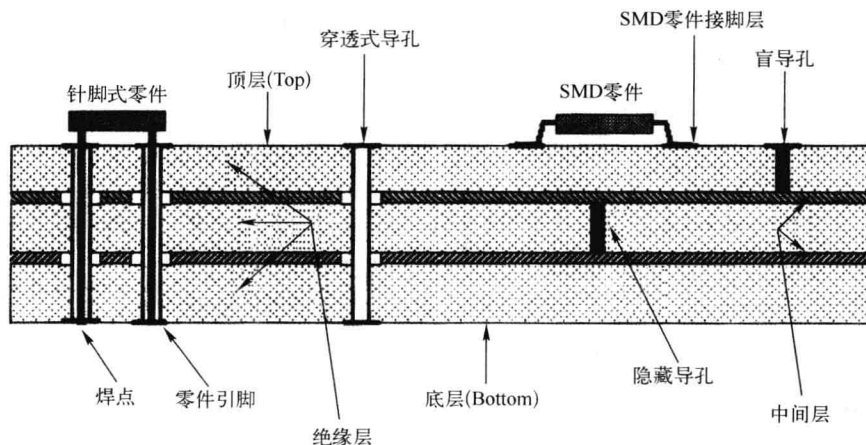

图 1-2 PCB 分层和组成示例
(1) 元件：用于完成电路功能的各种器件。每一个元件都包含若干个引脚，通过引脚将电信号引入元件内部进行处理，从而完成对应的功能。引脚还有固定元件的作用。在电路板上的元件包括集成电路芯片、分立元件（如电阻、电容等）、提供电路板输入、输出端口和电路板供电端口的连接器，某些电路板上还有用于指示的器件（如数码显示管、发光二极管 LED 等），如大家上网时，网卡的工作指示灯。PCB 分层和组成示例如图 1-2 所示。